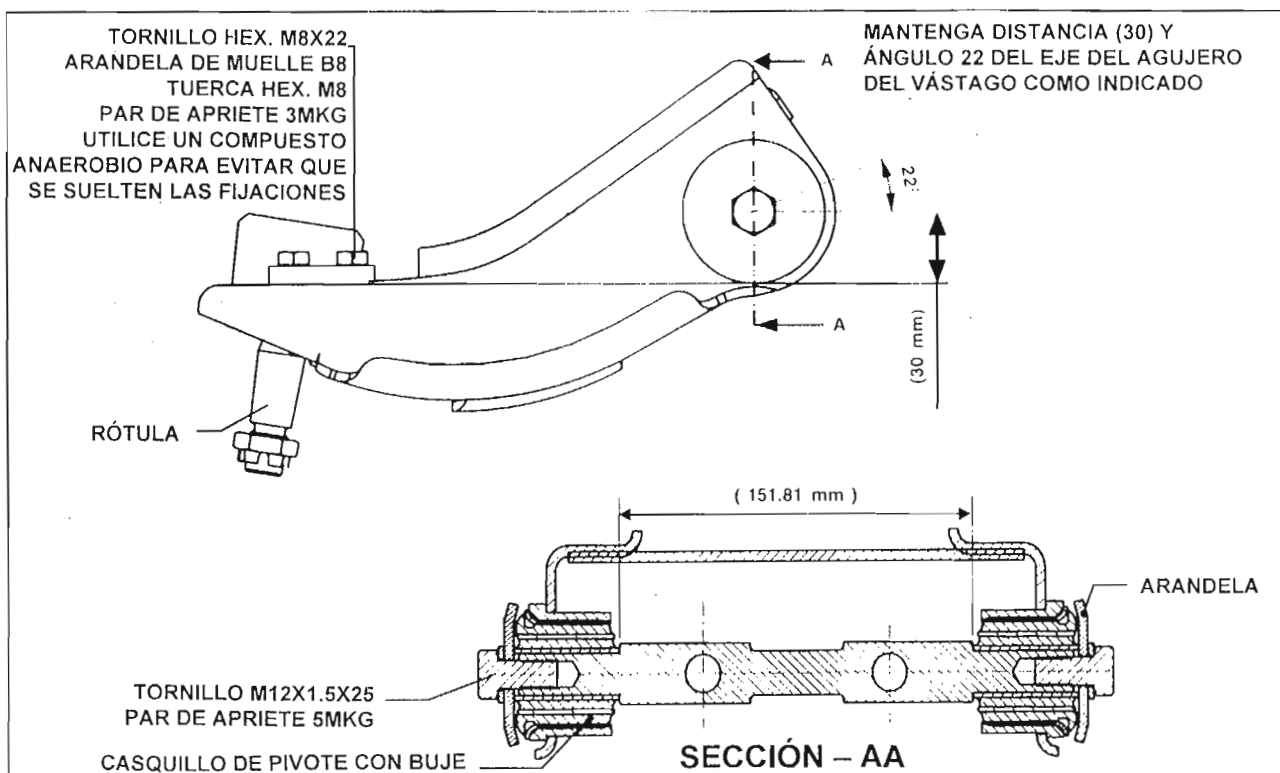

Fig.15 – Conjunto de la horquilla superior
- Coloque las arandelas, las arandelas de muelle y los tornillos M12 que conectan el vástago y la horquilla superior. Mantenga un ángulo de 22° y una altura de 30mm desde la superficie plana de la horquilla, como indicado en Fig.15. Apriete los tornillos a un par de apriete de 5mkg.